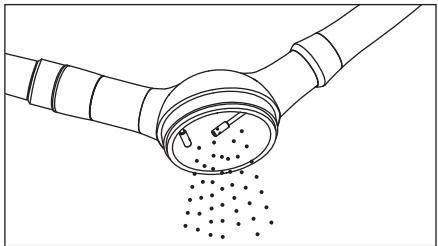

Abb. 5
- Pulverbehälterdeckel abschrauben und Behälter vollständig leeren (Abb. 5)